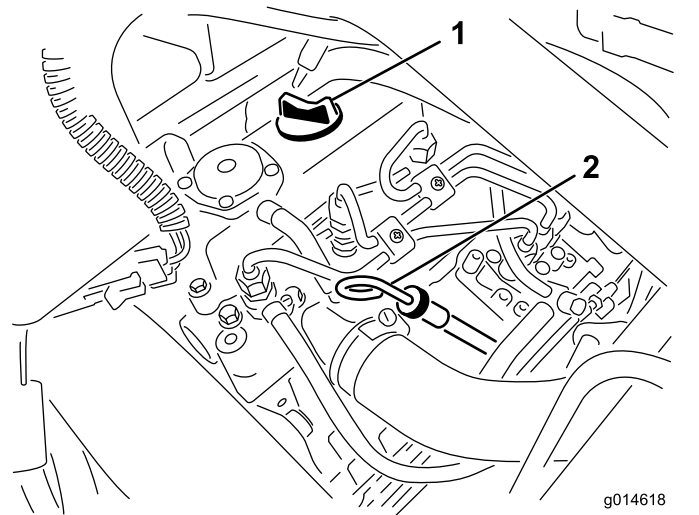

Bild 28
2. Nehmen Sie den Peilstab heraus und wischen Sie ihn mit einem sauberen Lappen ab (Bild 28).